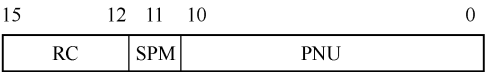

图 3-49 PCA 的结构
1) PCA（Parameter Characteristics）：参数特性字（见图 3-49）。第 12~15 位 RC 为请求/响应标识符（0~15），RC 的意义与表 3-4 和表 3-5 的基本上相同，详细的情况请参阅随书光盘中的文件《VLT 5000 PROFIBUS》。第 11 位 SPM 是自发信息（Spontaneous Message）触发位，第 0~10 位 PNU 为十六进制的参数号（1~990）。